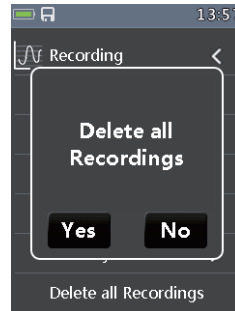

Fig139
- Im Datensatz Menü. Drücken Sie die Taste ▲ oder ▼, um alle Messungen zu löschen Artikel (Fig. 139). Drücken Sie die Taste ▶ um Papierkorb zu betreten und wählen Sie ja oder nein.